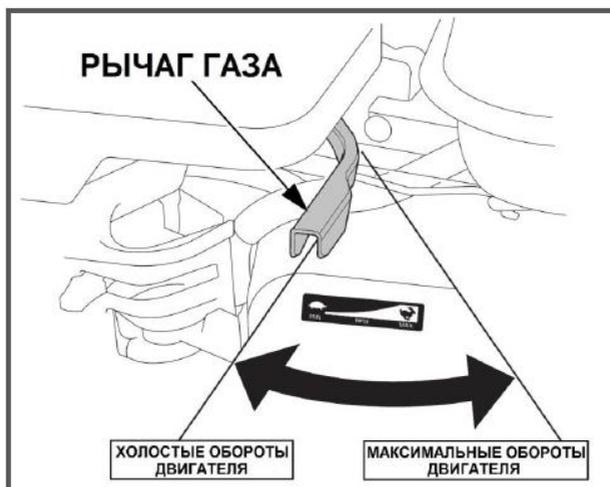

Рис. 10 Положения рычага газа
1. Переведите рычаг газа на 1/3 хода в сторону положения максимальных оборотов двигателя (Рис. 10).